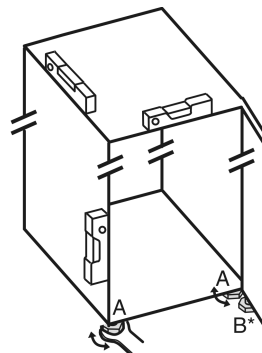

Fig. 33
- Odvrnite podesive nožice Fig. 33 (A) priloženim viličastim ključem i libelom prema van dok uređaj ne stoji čvrsto i ravno.
- Odvijte podesivu nožicu Fig. 33 (B) na podlošku ležaja priloženim viličastim ključem dok se ne podupre o pod.
- Nastavite okretati podesivu nožicu Fig. 33 (B) za 90°.